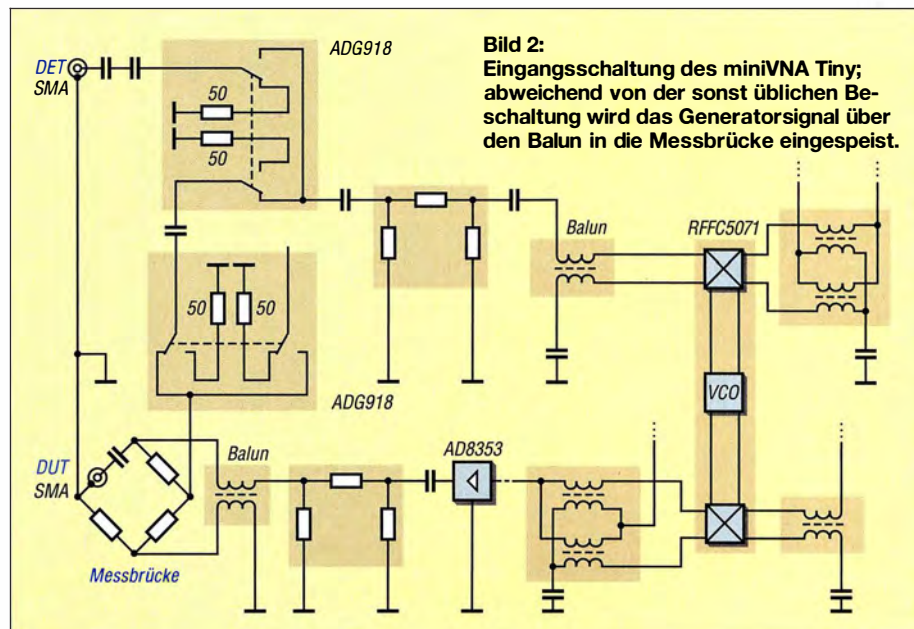

Bild 2: Eingangsschaltung des miniVNA Tiny; abweichend von der sonst üblichen Beschaltung wird das Generatorsignal über den Balun in die Messbrücke eingespeist.
Die Signalauswertung erfolgt durch einen Messempfänger (RX), dessen Signal-Rausch-Verhältnis den Dynamikbereich begrenzt. Zum miniVNA Tiny gibt es leider keine Schaltungsunterlagen und auch kein Blockschaltbild. Da ich mir beim Betrachten der Leiterplatte in Bild 3 die Arbeitsweise der Messbrücke nicht erklären konnte, habe ich anhand der Bestückung und der IC-Datenblätter ein Prinzipschaltbild zur Eingangsbeschaltung der Ports angefertigt, siehe Bild 2. Abweichend von sonst üblichen Messbrückenschaltungen wird das Generatorsignal symmetrisch über einen Balun in die Messbrücke eingespeist und das Messsignal an den Widerständen im Brückenkopf abgenommen. Da diese
und den Schaltungsauszug in Bild 2, ist die Anpassung überraschend gut und für Messungen im Amateurfunkbereich völlig ausreichend. Wer schon einmal versucht hat, einen Abschlusswiderstand zu bauen, der auch im UHF-Bereich noch eine gute Anpassung bringt, weiß, welcher Aufwand dafür erforderlich ist. Hier ist es aber nicht